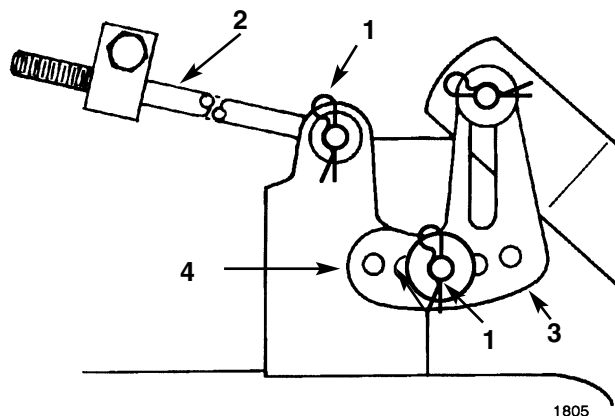

Fig. 49
5. Ta splinten og skiven av utjevningsbraketten (fig. 49). For å rette opp kniven(e) må du flytte braketten til et annet hull og sette skiven og splinten på plass (fig. 49). Et hull fremme reduserer høyden, et hull bak øker den. Gjenta dette på motstående side.